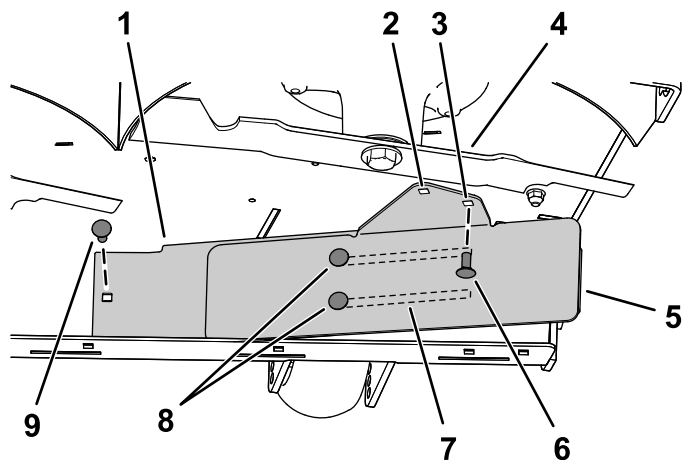

Figura 10
3. Montirajte levu stranu pregrade pomoću zavrtnja sa poluokruglom kapom ($\frac{5}{16} \times \frac{3}{4}$ ") i navrtke ($\frac{5}{16}$ ") kako je prikazano na Figura 10.
4. Olabavite 2 zavrtnja sa poluokruglom kapom ($\frac{5}{16} \times \frac{3}{4}$ ") u urezima na pregradi pa povlačite pregradu dok rupa ne bude poravnata sa rupom na kućištu kosilice (Figura 10).
5. Montirajte pregradu kako je prikazano na Figura 10.
Important: Pazite da upotrebite ispravnu rupu za pregradu; pogledajte Figura 10.
6. Zategnite 2 zavrtnja sa poluokruglom kapom ($5/16 \times 3/4$ ") u urezima na pregradi (Figura 10).